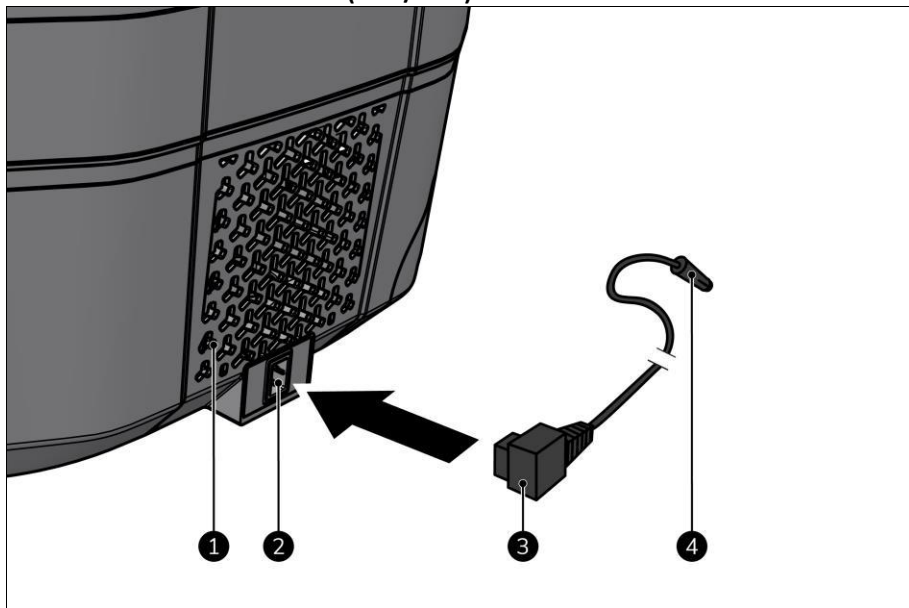

Figure 6
2. Assurez-vous que les trois grilles de ventilation (Figure 6, pos. 1) disposent d'au moins 5 cm d'espace de ventilation.
3. Placez le connecteur électrique (Figure 6, pos. 3) dans l'alimentation électrique de l'appareil (Figure 6, pos. 2).
4. Placez la fiche d'alimentation électrique auxiliaire (Figure 6, pos. 4) dans une alimentation électrique auxiliaire 12V ou 24V facilement accessible dans un véhicule ou un navire.